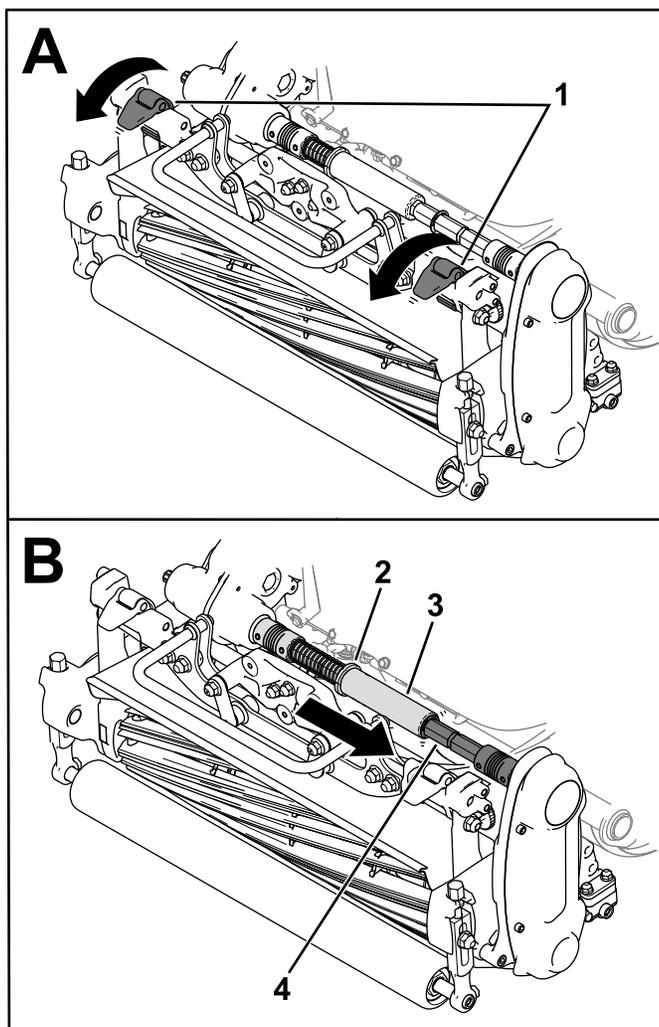

Figura 39
3. Baje los cierres de la suspensión para fijar la unidad de corte a la máquina (Figura 39).
4. Saque el collarín de la ranura del eje del acoplamiento de la transmisión e inserte el tubo hexagonal en el eje del acoplamiento de la unidad de corte (Figura 39).